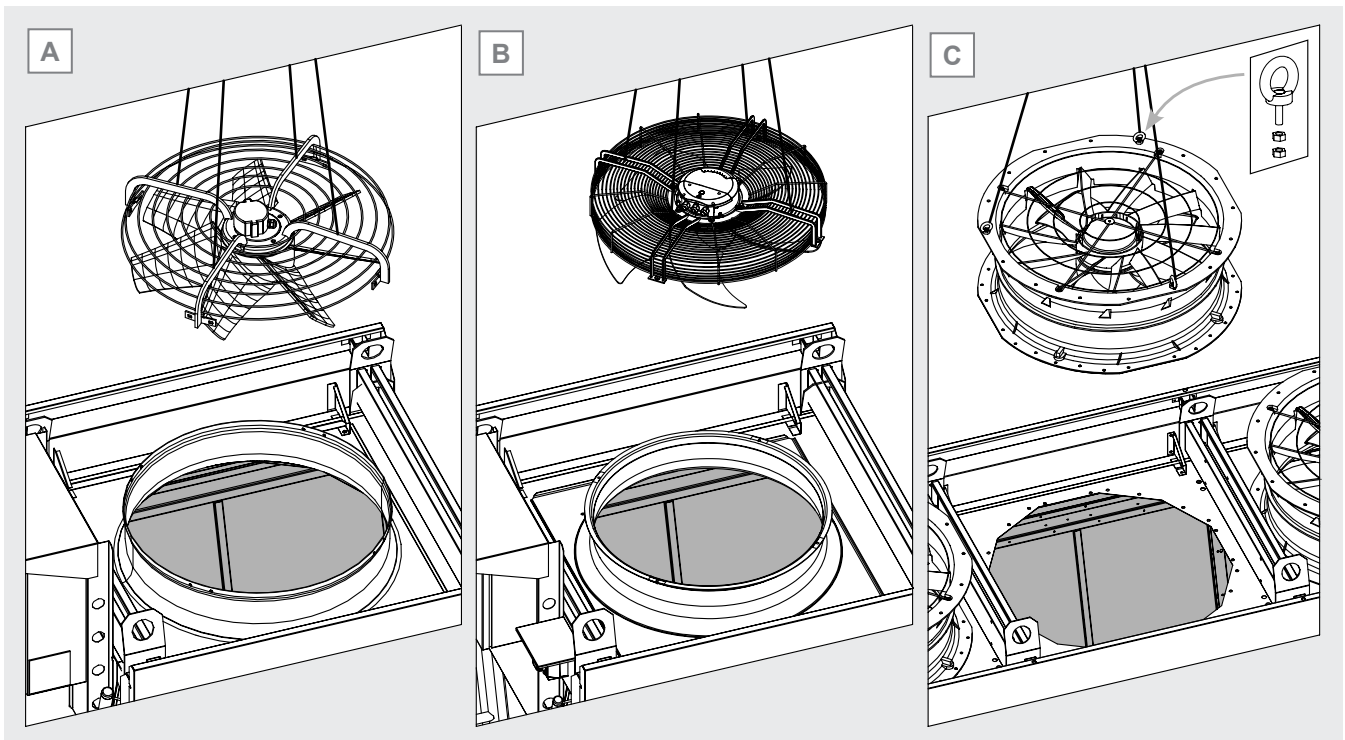

Figura 35
- Ventilador radial y planar: fije ganchos o correas de elevación a los brazos de la rejilla del ventilador. Véase la Figura 35 A y B.
- Ventilador motorizado con cubierta del ventilador integrada: fije al menos 3 cáncamos de elevación con tuerca y contratuerca a la brida superior del ventilador motorizado. Los cáncamos deben estar distribuidos uniformemente (por ejemplo, 120° si no hay 3 cáncamos). Fije ganchos o correas a las armellas. Véase la Figura 35 C.